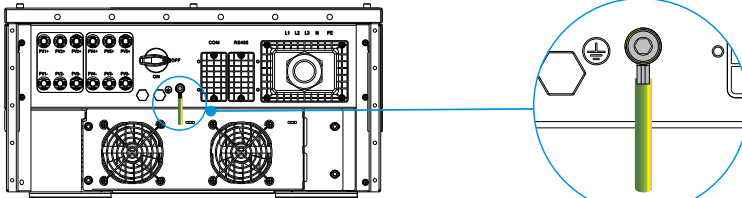

Figura 5.3 Protegendo o cabo PGND
Passo 3 Prenda o cabo PGND usando o parafuso de aterramento e aperte o parafuso com um torque de 3 N · m, conforme mostrado na Figura 5.3.